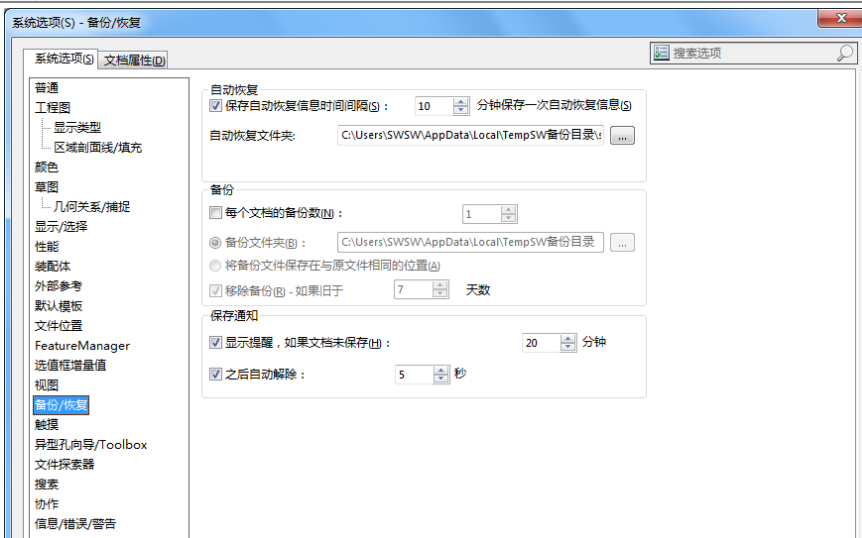

图 1-9 “系统选项”对话框
2. 设置保存目录。系统弹出如图 1-9 所示的“系统选项”对话框，单击对话框中的“备份/恢复”选项，在右侧“备份”中可以修改保存备份文件的目录。